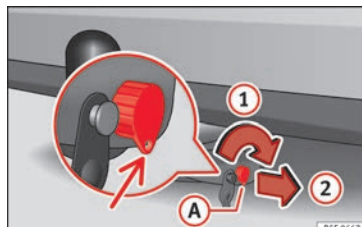
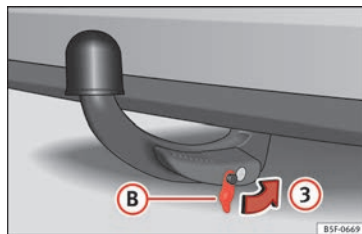

Fig. 213 Verrouiller la serrure
Fig. 214 Placer le cache sur la serrure
- Tournez la clé (A) dans le sens de la flèche (1) jusqu'à ce que la partie trouée de la clé atteigne sa position inférieure »» fig. 213.
- Retirez la clé dans le sens de la flèche (2). »»
- Placez le cache **(B)** sur la serrure dans le sens de la flèche **(3)** » fig. 214 » ❶.
❶ ATTENTION